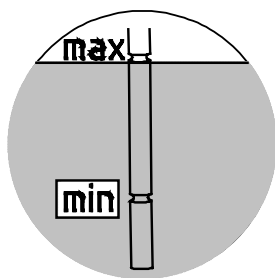

Рисунок 22: Проверка уровня масла с помощью масломерного щупа
4. **Редукторы с маслоизмерительным бачком:** Уровень масла в маслоизмерительном бачке проверяется с помощью резьбовой пробки с масломерным щупом (резьба G1¼). Уровень масла должен находиться между нижней и верхней отметкой вкрученного масломерного щупа (см. Рисунок 22). При необходимости слейте лишнее масло или долейте масло такой же марки. Разрешается эксплуатировать указанные редукторы конструктивных исполнений, перечисленных в разделе 6.1 "Конструктивные исполнения и техобслуживание"